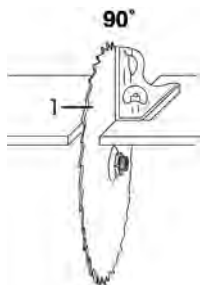

fig. 8 – Ajuste do batente de 0°
4. Com o auxílio de um esquadro de 90°, ajuste a lâmina de serra com relação à base, conforme mostra a fig. 8;